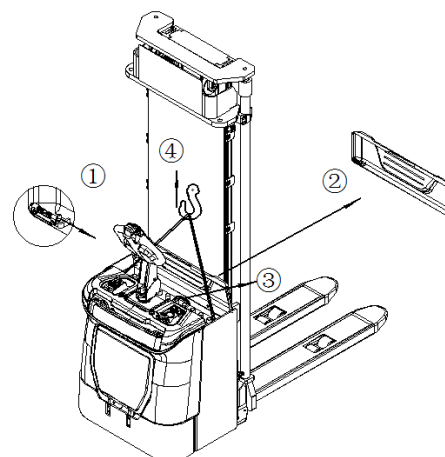

Рис. 12: Замена аккумулятора без боковой замены
Припарковать штабелер в безопасной зоне, выключить его с помощью замкового выключателя или кнопки запуска, затем нажать аварийную кнопку (18). Открыть крышку аккумуляторного отсека, открутить фиксирующую пластину, снять крышку аккумуляторного отсека, отсоединить разъем АКБ (Рис.12) и аккуратно вытащить аккумулятор при помощи крана. Операция по установке аккумулятора происходит в обратном порядке.